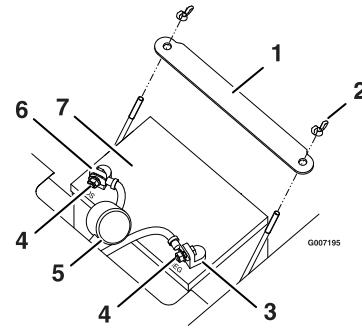

Figura 38
4. Desconecte el cable negativo de tierra (negro) del borne de la batería (Figura 38). Guarde todos los herrajes.
6. Retire la correa de sujeción de la batería (Figura 38) y levante la batería para retirarla de su bandeja.
- Coloque la batería en la bandeja, con los bornes hacia el puesto del operador (Figura 38).
- Fije la batería con la correa de sujeción (Figura 38).